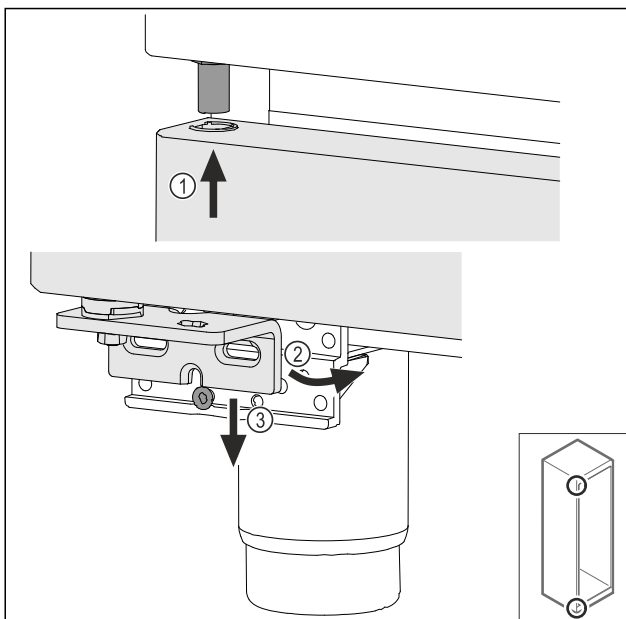

Fig. 34
- Kissé megbillentve fűzze be az ajtót felül Fig. 34 (1), majd igazítsa egyenesbe az ajtót Fig. 34 (2), és helyezze rá az alját a csapágybak csavarjára Fig. 34 (3).